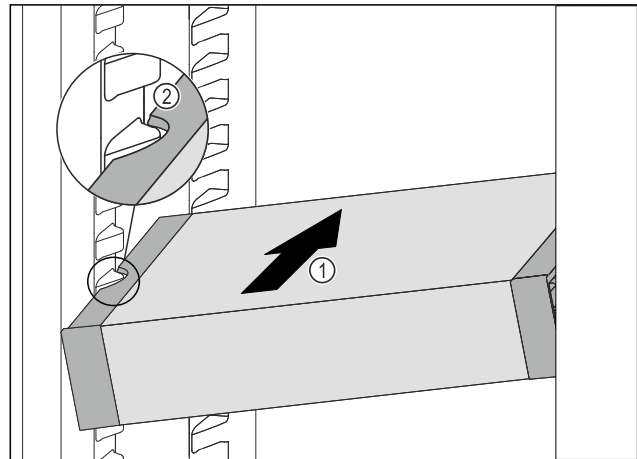

Fig. 92
- ▶ Insérer le VarioSafe en biais dans la partie réfrigérateur Fig. 92 (1) jusqu'à ce que les encoches latérales Fig. 92 (2) du VarioSafe se trouvent à la hauteur de la nervure du bac dans la partie réfrigérateur.